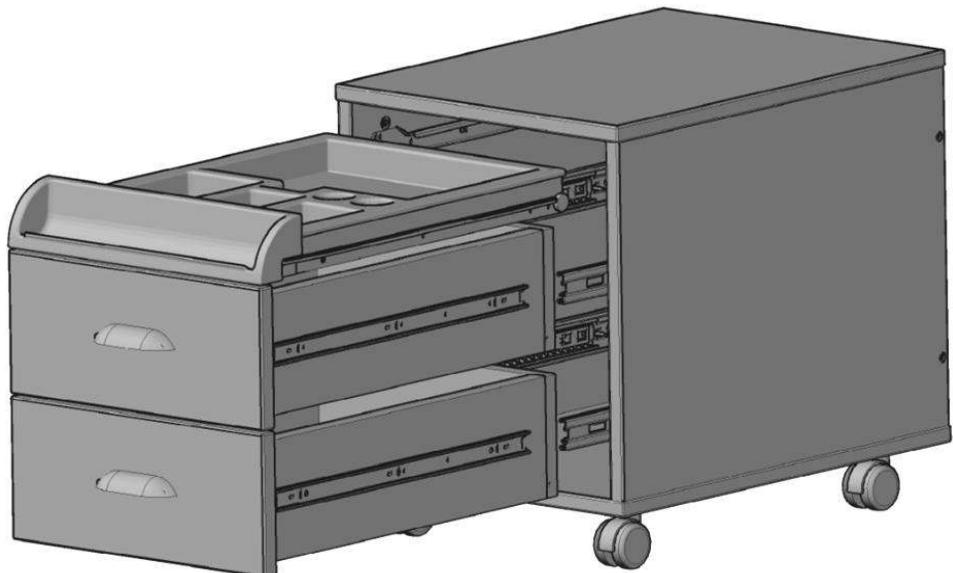

Рис. 18
- 4.3.1. В корпус тумбочки (сборка по п. 4.1.12.) вставить ящики (сборка по п. 4.2.6.), верхний ящик (поз. 1). (См. рис. 18).